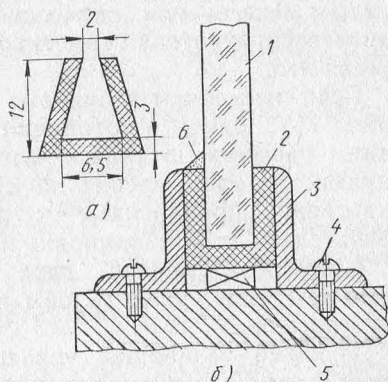

Рис. 74. Вставка стекла на резиновом уплотнителе РП-1:
**Вставка стекла в металлические рамы со штапиками.** Резиновый уплотнитель РП-1 (рис. 74) имеет П-образную форму. Изготавливают его из пористой морозостойкой резины. Применяют для вставки стекла толщиной 6,5 мм. Высота уплотнителя 12, толщина 3 мм. Вверху между губками уплотнителя остается расстояние, равное 2 мм, для того, чтобы поставленное стекло плотно прижималось уплотнителем. Если при вставке стекла губки уплотнителя будут выступать из-за штапиков, их срезают на одном уровне с кромками штапиков.